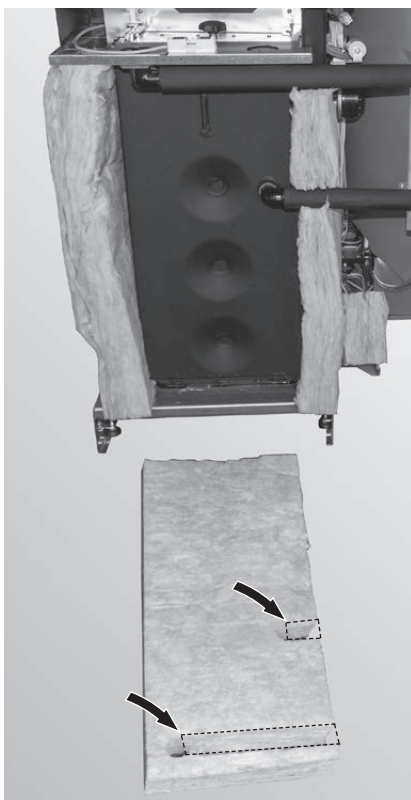

Fig. 65 Ritagliare l'isolamento
- ▶ Nell'area dei tubi ritagliare l'isolamento fino a metà – Fig. 65.